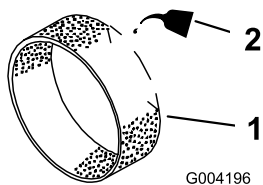

Рисунок 42
3. Вылейте 3–6 мл масла на фильтр предварительной очистки (Рисунок 42).